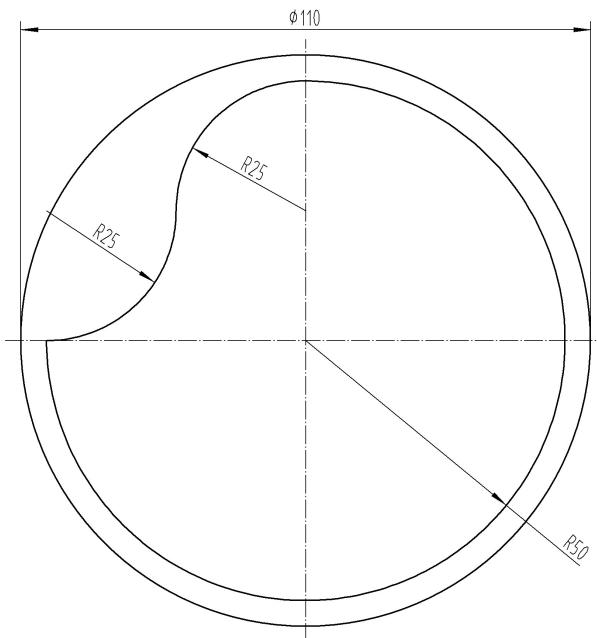

图 13: 刀补实例 1
1、在数控铣床或加工中心上加工如图13所示的零件, 试完成程序的编写。